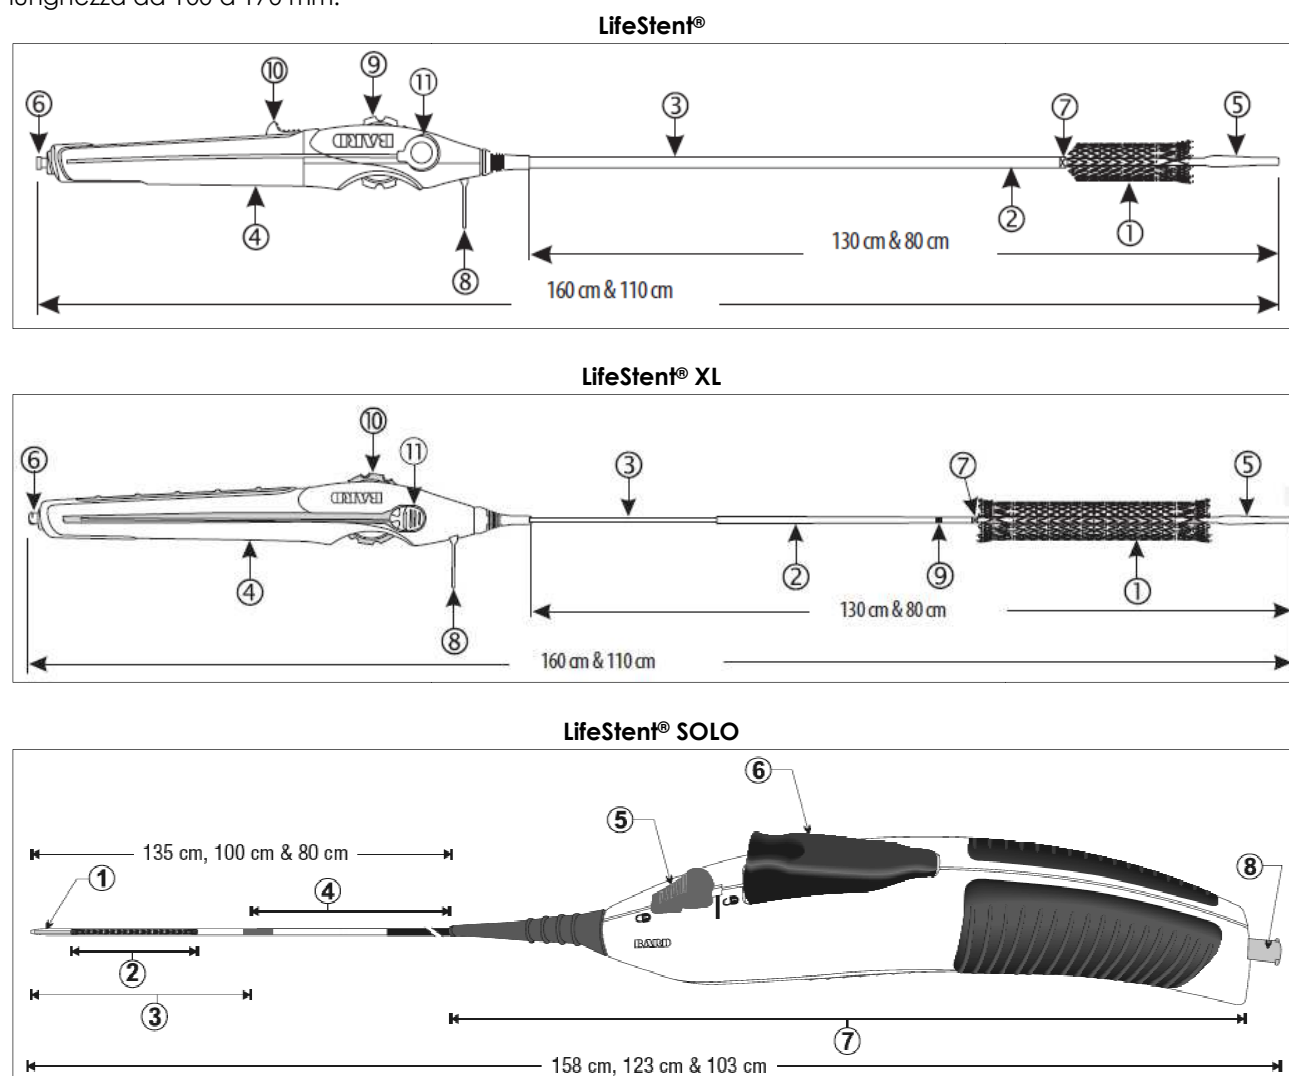
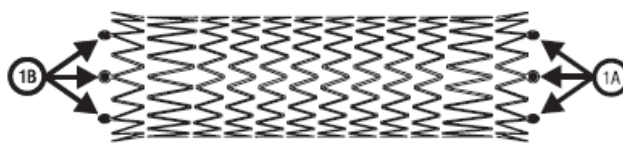

Figura 1
Figura 2
Lo Stent vascolare LifeStent® / LifeStent® XL / LifeStent® SOLO è destinato all'applicazione di uno stent autoespandibile nei vasi periferici, mediante un sistema di erogazione con guaina. Lo Stent vascolare LifeStent® / LifeStent® XL / LifeStent® SOLO è composto dai seguenti elementi: uno stent impiantabile autoespandibile in lega nichel-titanio (nitinol) (1), mostrato nella Figura 1 e nella Figura 2. Lo stent è un dispositivo protesico flessibile, a maglia tubolare fine con struttura elicoidale, che raggiunge il suo diametro massimo dopo il posizionamento nel vaso target. Al momento del posizionamento, lo stent esercita una forza radiale verso l'esterno sulla superficie luminale del vaso per determinarne la pervietà. Lo stent possiede un totale di 12 marker radiopachi in tantalio (1A e 1B) posti alle due estremità (6 per parte), esclusi gli stent con lunghezza da 100 a 170 mm.
- Il sistema di posizionamento, come mostrato nella Figura 1, comprende un tubo interno che contiene il lume per guida, un introduttore per il posizionamento dello stent (2) e una guaina di stabilizzazione del sistema (3), collegati tra loro tramite un'impugnatura (4). Il lume per guida termina distalmente nella punta atraumatica del catetere (5) e ha origine prossimalmente nel raccordo Luer (6) indicato per una guida compatibile. Lo stent autoespansibile (1) è compresso nello spazio tra il lume per guida e l'introduttore per il posizionamento dello stent. Lo spostamento accidentale dello stent durante la retrazione dell'introduttore viene limitato dal sistema di posizionamento. L'introduttore per il posizionamento dello stent presenta una zona radiopaca (7) nell'estremità distale. Il sistema di posizionamento dello stent LifeStent® XL presenta una seconda zona radiopaca (9). Prima di effettuare il posizionamento occorre rimuovere ed eliminare il blocco di imballo (8).
- Un sistema di applicazione, illustrato nella Figura 1, comprende un gruppo costituito da un tubo interno contenente il lume con il filo guida, una guaina di posizionamento dello stent (3) e una guaina di stabilizzazione del sistema (4), collegati insieme da un'impugnatura (7). Il lume del filo guida presenta, in corrispondenza dell'estremità distale (terminale), una punta di catetere atraumatica (1) e, in corrispondenza dell'estremità prossimale (iniziale), un attacco luer (8) concepito per accettare un filo guida compatibile. Lo stent autodilatante (2) è compresso nello spazio tra il lume del filo guida e la guaina di posizionamento dello stent. Il movimento involontario dello stent durante la retrazione della guaina è impedito dal sistema di posizionamento. Prima dell'espansione, occorre sbloccare il cursore di blocco di sicurezza (5).